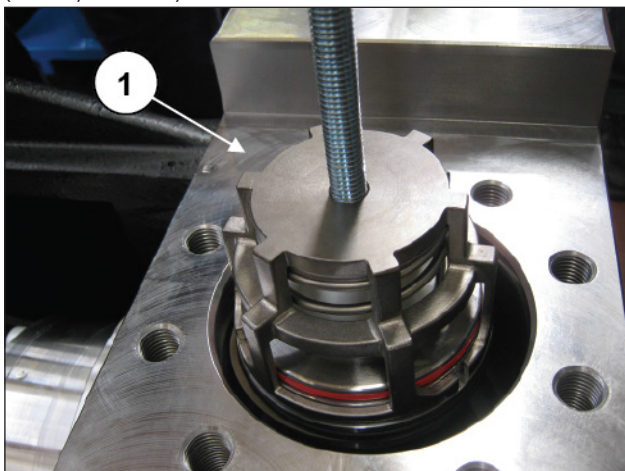

Abb. 172
Entfernen Sie die Druckventilgruppe mithilfe eines Abziehers mit Schlagwerk an der Bohrung M12 der Ventilführung (Pos. ①, Abb. 172).